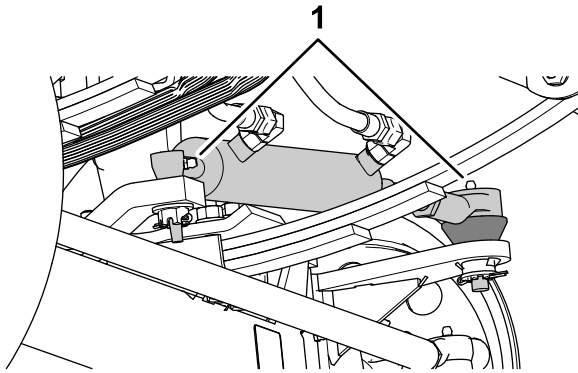
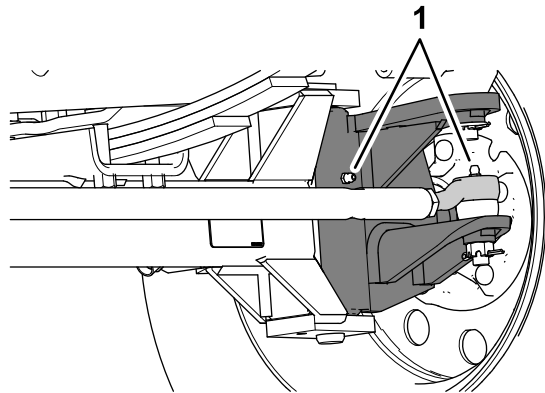

Figura 71
Figura 72
- Limpe os bocais de lubrificação (Figura 71 e Figura 72).
2. Introduza o lubrificante nos bocais de lubrificação (Figura 71 e Figura 72).
Nota: As posições dos bocais de lubrificação estão ilustradas na Figura 71.